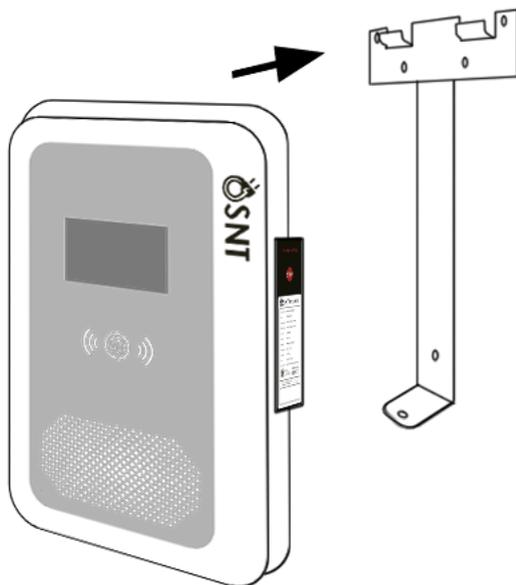

Fig.3
- a. Utilisez le support de montage et l'outil de nivellement pour marquer la position de montage, comme indiqué à la Fig.3